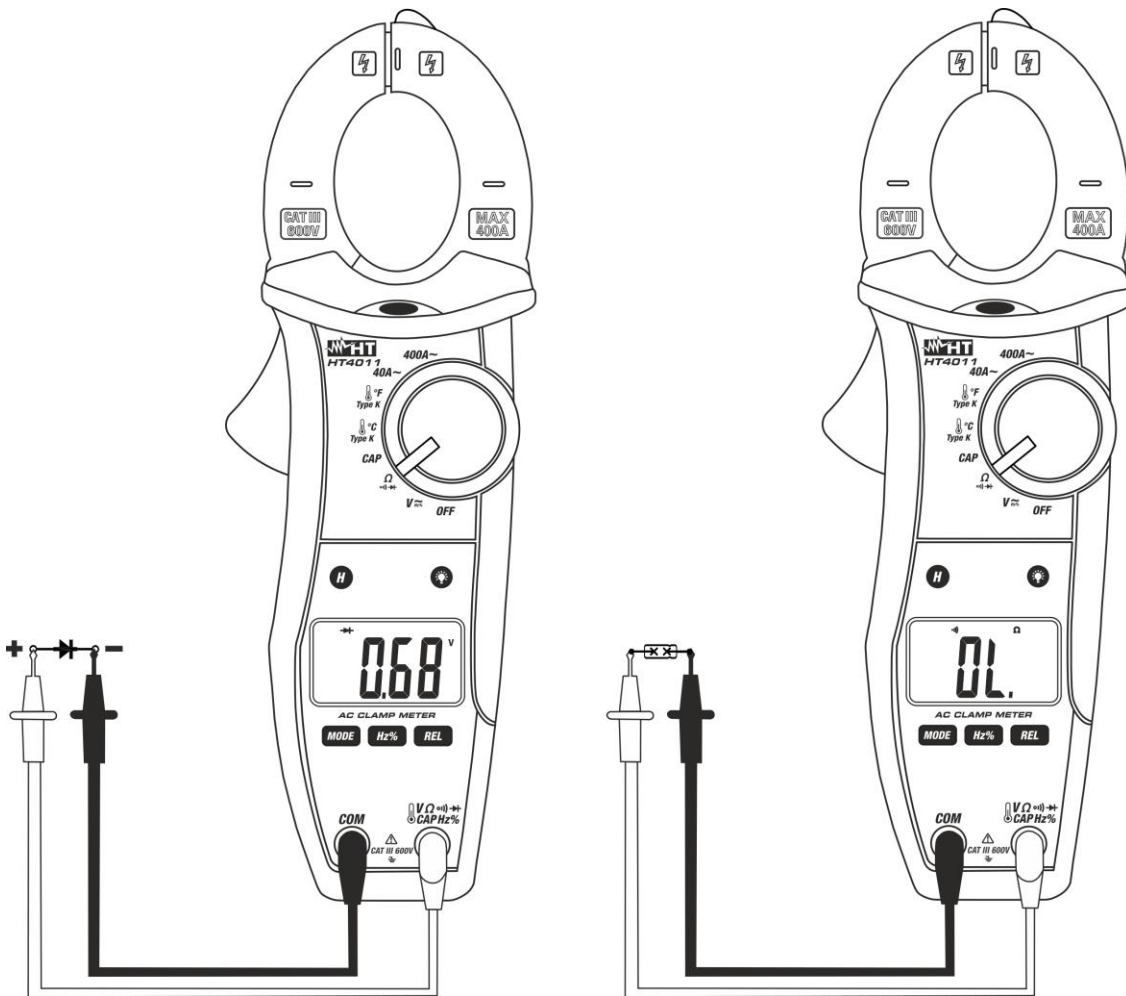

Fig. 7 : Utilisation de la pince pour test de continuité et test des diodes
3. Insérer le câble rouge dans l'entrée du jack Ω et le câble noir dans l'entrée du jack **COM** et exécuter le test de continuité sur l'objet sous test (voir la Fig. 7 - partie droite). L'alarme émet un signal sonore si la valeur de résistance mesurée est inférieure à 150 Ω environ.
5. Connecter l'embout rouge à l'anode de la diode et l'embout noir à la cathode en cas de mesure de polarisation directe (voir la Fig. 7 – partie gauche). Inverser la position des embouts en cas de mesure de polarisation inverse.